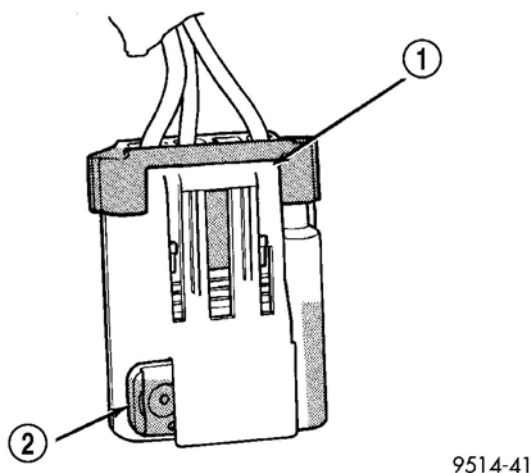

图 18 油泵模块接头保持器及锁片
(12) 向下推压接头的保持器（图 18）并将接头从模块上拉出。